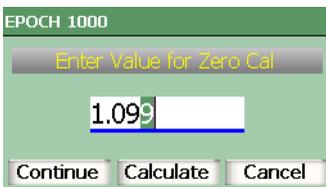

図 3-24 ダイアログボックスの例
1. 86 ページ図 3-24 のダイアログボックスの例のように、**[左]**あるいは**[右]**矢印キーで、カーソルをパラメータ値の変更したい桁の上にカーソルを配置します。